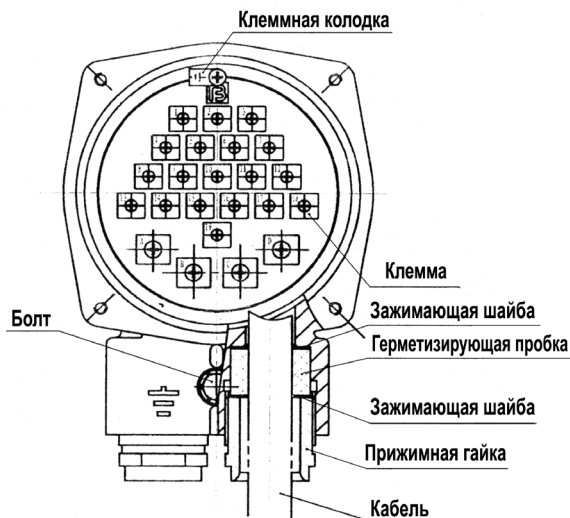

Рис. 6 Взрывозащищенная клеммная коробка
2. В полости взрывозащищенной клеммной коробки электропривода находятся соединительная колодка (Рис. 6) с клеммами, промаркированными цифрами и буквами.